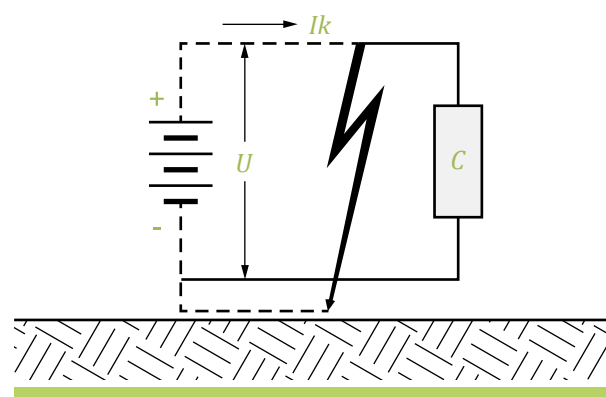

Figura 8
- » Segundo caso: La figura 8 muestra esquemáticamente el circuito que se establecerá para la corriente de cortocircuito I_k , que no retornará a la fuente por no haber vinculación.